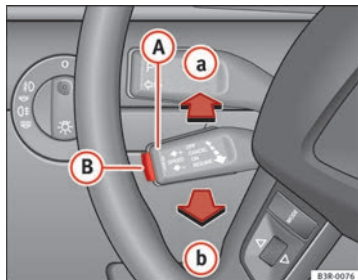

Fig. 152 Mandos del regulador de velocidad
- desplace la palanca (A) ⇒ fig. 152 hasta la posición (a) (sin encastrar).